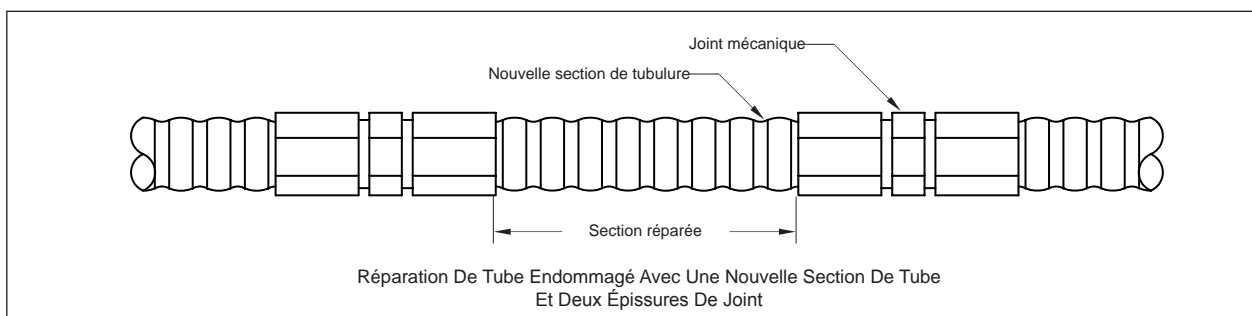

FIG. 5-5 Réparation De Tubulure Endommagée
2. Enlever la section endommagée et insérer une nouvelle section pour la remplacer en la fixant en place à l'aide de deux joints mécaniques tel qu'illustré à la FIG. 5-5. Utiliser cette méthode si les dommages couvrent une longue section de tubulure et qu'il n'ya pas suffisamment de tubulure en excès pour compenser pour le tronçon retiré.